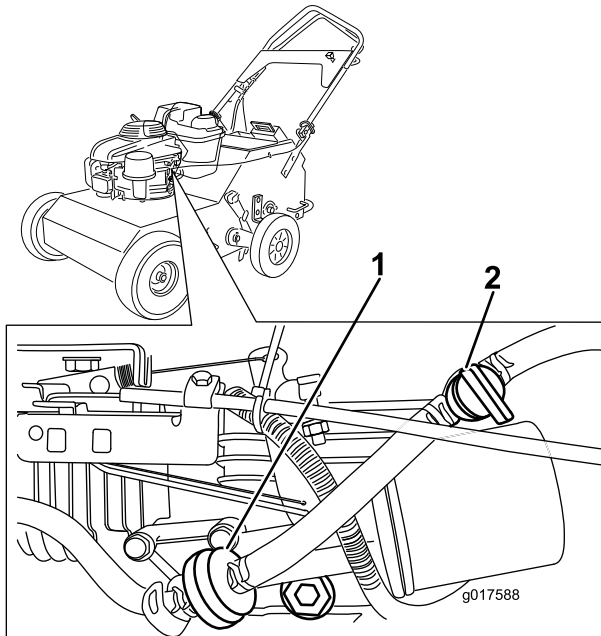

Figure 11
2. Ouvrez le robinet d'arrivée de carburant (Figure 11).